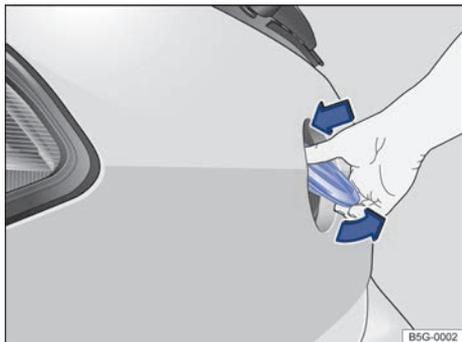

Fig. 61 Apertura del portón del maletero desde el exterior.
- Presione con el dedo pulgar sobre la parte superior del emblema de Volkswagen → **fig. 61** de modo que sobresalga la parte inferior. Agarre el emblema por debajo y levante el portón.